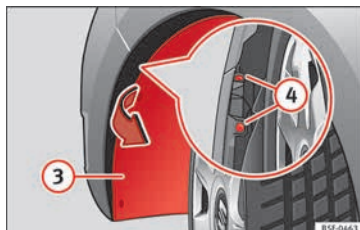

Fig. 113 Faro antiniebla: acceso al conector y al portalámparas.
- Tire del pasarrueda **③** » **fig. 113** para dar acceso a los 2 tornillos **④** » **fig. 113** del parachoques que quedan escondidos.